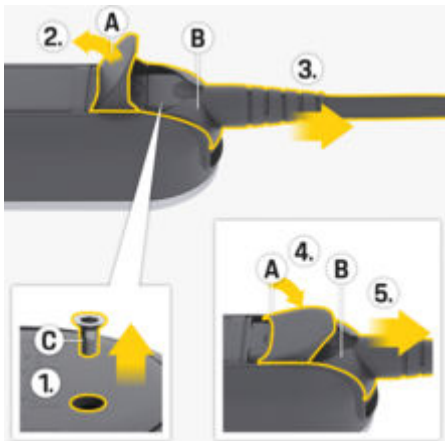

図. 249 電源供給ケーブルの切り離し
- 1. 適切なツールを使用して、スクリューC(図. 249)を取り外します。
- 2. カバーA(図. 249)を完全に開きます。
- 3. 抵抗を感じる所までプラグB(図. 249)を引き出します。
- 4. カバーA(図. 249)を約15度に閉じます(カバーをプラグB(図. 249)に預けた状態にできます)。
- 5. プラグB(図. 249)を完全に引き出します。